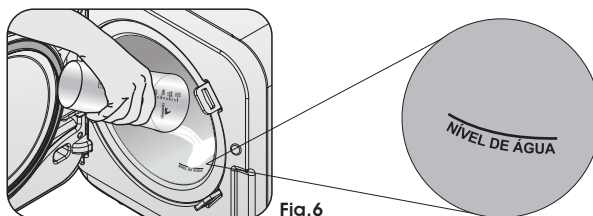

Fig. 6
- c▶ Use o copo dosador (Fig. 6) para colocar a quantidade correta de **água destilada** diretamente na câmara (vaso de pressão) **antes** de cada ciclo. A água deve **alcançar a marca de "Nível de Água"** mostrada na imagem abaixo: